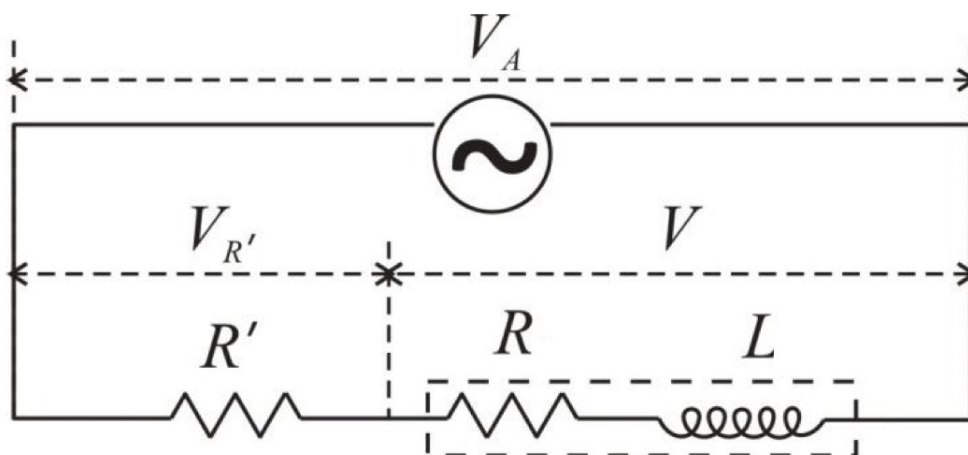

Figura 1: Circuito eléctrico para determinação da indutância,  $L$ , e resistência,  $R$ , de uma bobina.  $R'$  é uma resistência variável (reóstato).
Nas considerações acima supusemos que a bobina era uma indutância pura, ou seja que o fio de que é constituída não apresenta resistência. Uma bobina real não é uma indutância pura, uma vez que o fio de que é feito o enrolamento tem uma dada resistência eléctrica. O objetivo desta experiência é a medição experimental da indutância e da resistência de uma bobina. O método que vamos utilizar está ilustrado na figura 1.
1. Monte o circuito da figura 1. Antes de ligar a fonte de alimentação verifique as ligações.